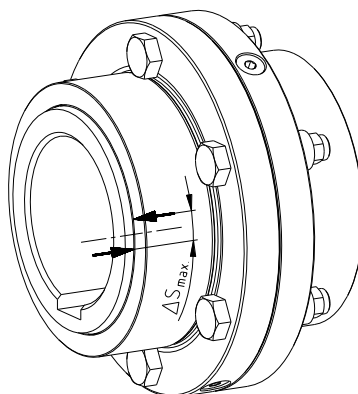

Fig. 46 : Marquage du moyeu et du manchon
- Marquer le manchon (composant 2) par rapport au moyeu (composant 1) (voir fig. 46).